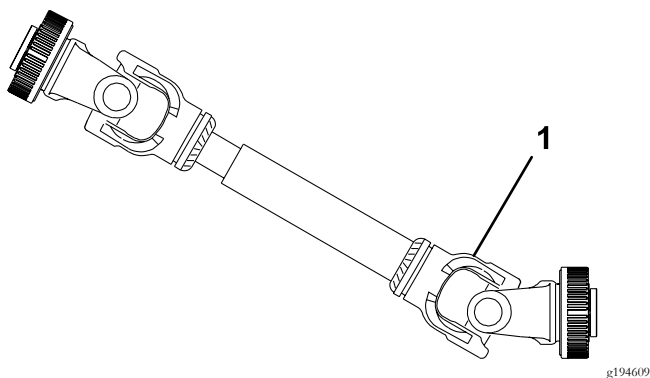

Figura 25
**Importante:** Al conectar la TDF, asegúrese de no elevar el aireador más de lo necesario. Si se eleva el aireador demasiado, se romperán los nudos del árbol de la TDF (Figura 25). La TDF puede utilizarse a un ángulo máximo de 25°, pero nunca debe superarse un ángulo de 35° cuando el aireador está en su posición más alta; si no, pueden producirse graves daños en el árbol.